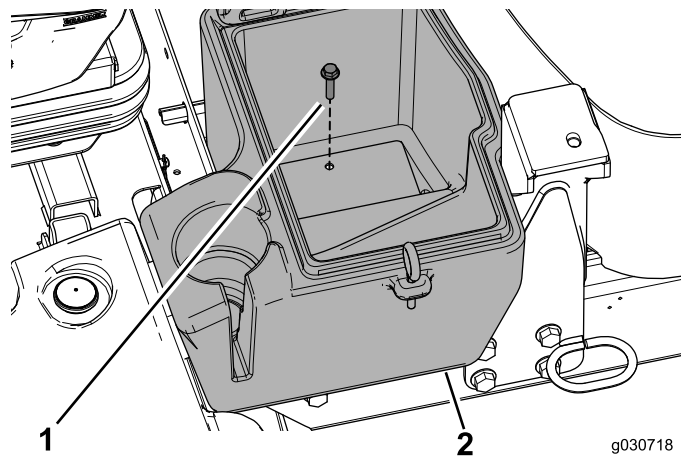

Figure 21
4. Insérez le boulon (5/16 x 1-1/2 po) pour fixer le bac de rangement à la machine (Figure 21).